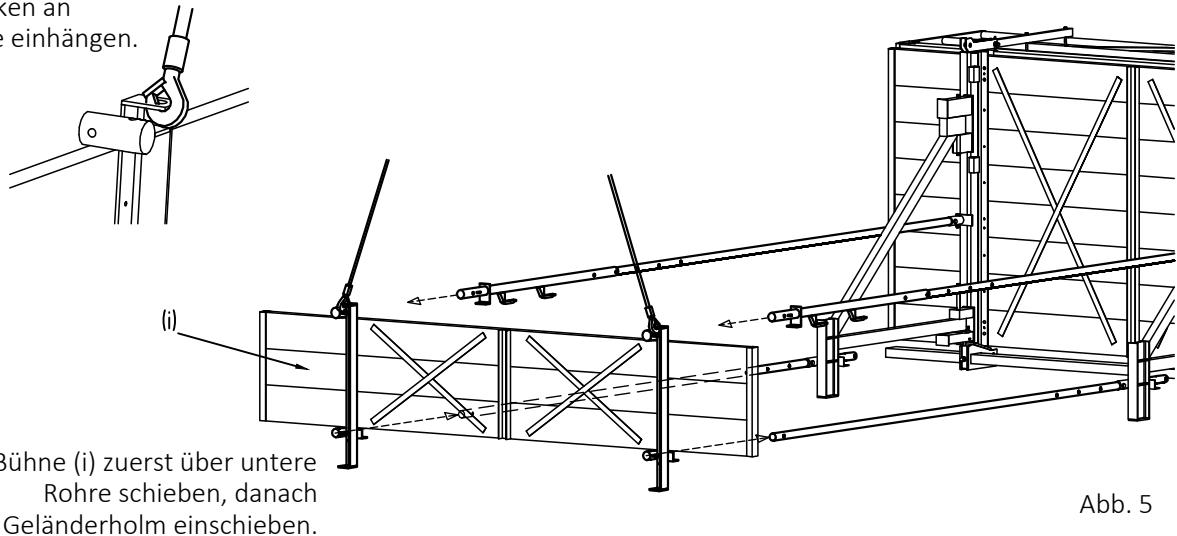

Abb. 5
- 5 Untere Bühne (i) [Teil-Nr. 557258] an Kran anhängen und leicht abheben. Untere Bühne zuerst über untere Rohre schieben, dann Geländerholme in obere Hülsen der Bühne schieben (s. Abb. 5).